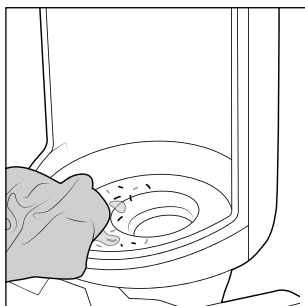

Fig. 26
- ♦ En caso necesario, limpie el inserto del aparato en el que se monta el depósito de agua sucia **2** con una bayeta o paño húmedo (consulte la fig. 26).